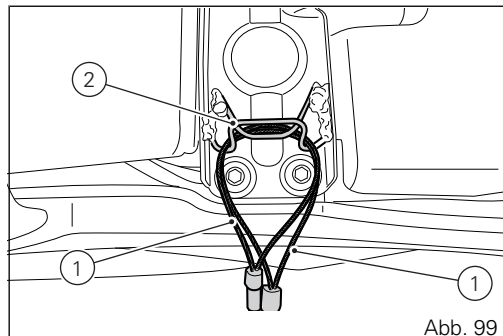

Abb. 99
Bolzen (2) wird in der (Abb. 99) dargestellt.